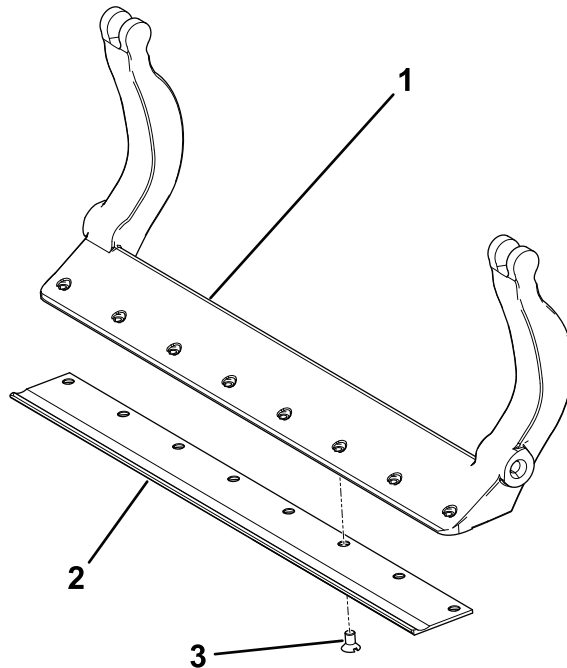

**Figura 31**
4. Serrate il dado di tensione della molla finché la molla non si schiaccia, quindi allentate di ½ giro (Figura 31).